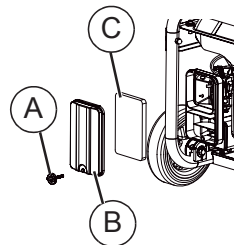

Figura 4-3. Armado del filtro de aire
1. Vea la Figura 4-3. Gire la perilla (A) y retire la cubierta del filtro de aire (B).
2. Lave en agua jabonosa. Estruje el filtro (C) suavemente para secarlo con un paño limpio (NO LO RETUERZA).